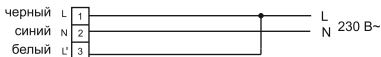
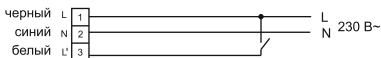

Рисунок 3
Рисунок 4
### 5.3.1 Постоянный аварийный режим работы (рисунок 3):
### 5.3.2 Непостоянный аварийный режим работы (рисунок 4):
- присоединить подготовленные концы сетевого кабеля 1 к безвинтовым зажимам клеммной колодки 4 согласно цветовой маркировке и необходимой схеме работы светильника (рисунок 3 и рисунок 4);